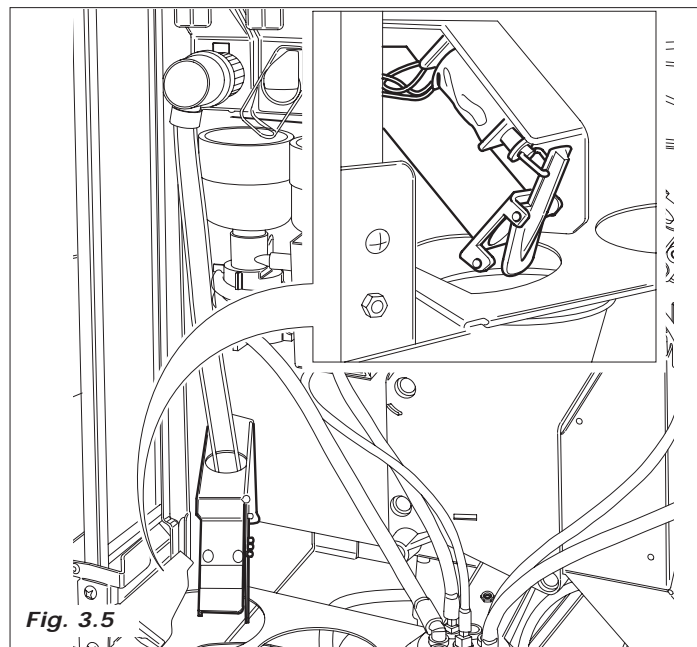

Fig. 3.5
- 2 se activa el electroimán que permite la descarga del azúcar desde la trampilla hasta la rampa permitiéndole llegar hasta el vaso (Fig. 3.5).